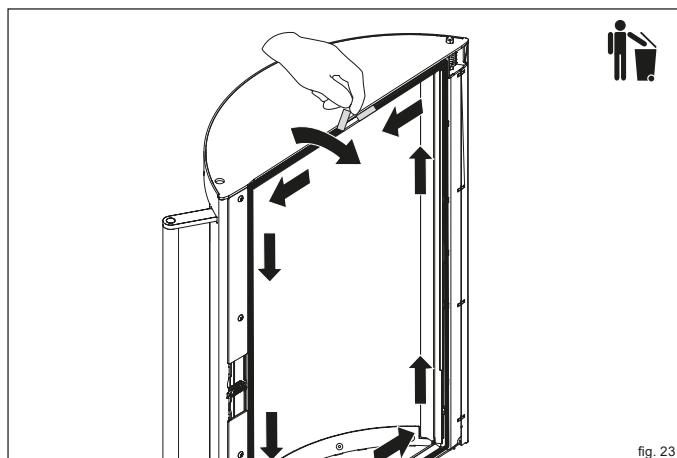

fig. 23
- Estrarre la vecchia guarnizione dalla guida tirandola da una delle estremità e smaltrirla tra i rifiuti (fig. 23).